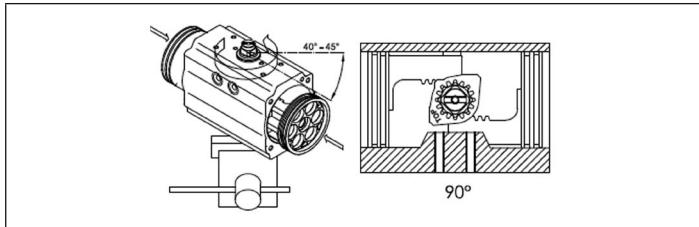

Bild 14: Gehäuse im Uhrzeigersinn drehen
- Bei Standarddrehrichtungsmontage Ausführung ST (im Uhrzeigersinn schließend) das Gehäuse (Pos. 50) um 40-45° im Uhrzeigersinn drehen (siehe Bild 14.):,